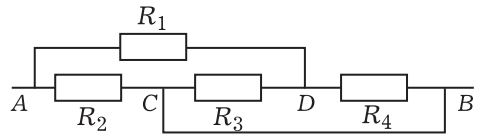

Рис. 11. К задаче 3
**Задача 3.** В схеме цепи, представленной на рис.11, сопротивления  $R_1 = R_2 = 1 \text{ Ом}$ ,  $R_3 = R_4 = 2 \text{ Ом}$ . Напряжение на участке  $AB$   $U_{AB} = 6 \text{ В}$ . Определить ток через перемычку  $CB$ .